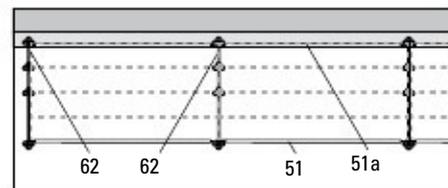

Fig. D1.06a
За сглобяване на вътрешен парапет (51a), монтирайте конзоли ECM (62) със стойки за парапет вместо с подпори UC 33 (61). (Fig. D1.06a)